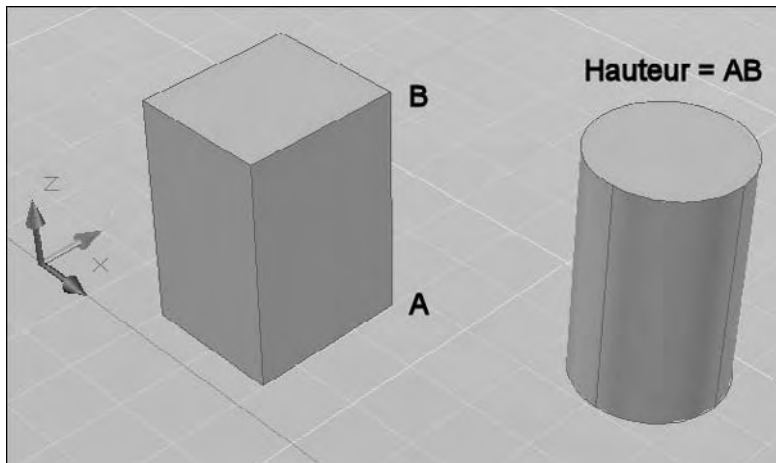

Fig.3.19
- 5] Spécifiez le premier point : A, puis le second point : B (fig.3.19).